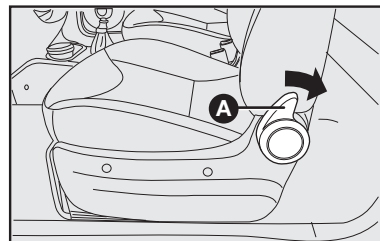

fig. 12
ACESSO AOS BANCOS TRASEIROS (versão com 3 portas - fig. 12)
- Acionar a alavanca **A**-fig. 12 conforme a seta, mantendo-a acionada e rebater o encosto para frente até atingir o final de curso;